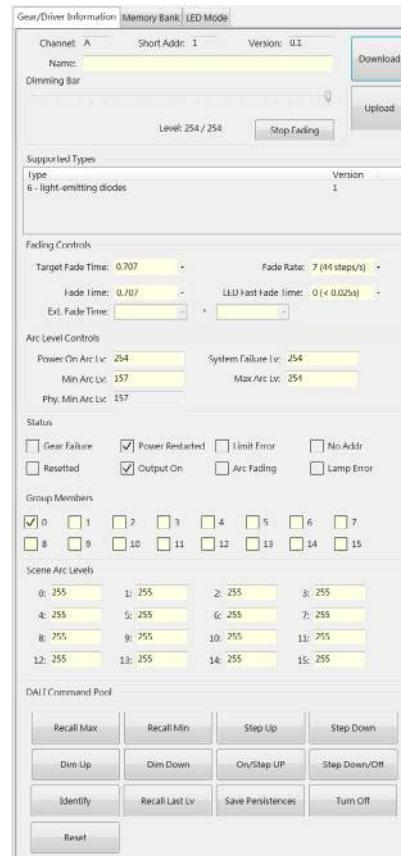

Рис. 10.
9. Выберите в списке устройство, с которым Вы хотите произвести какие-то действия. Откроется вкладка с параметрами. Для считывания текущих параметров из устройства, нажмите кнопку Download [Рис. 10]. На этой вкладке можно управлять подключенным устройством, настраивать группы, сцены и другие параметры DALI устройства. После внесенных изменений нажмите кнопку Upload, чтобы загрузить параметры в контроллер.